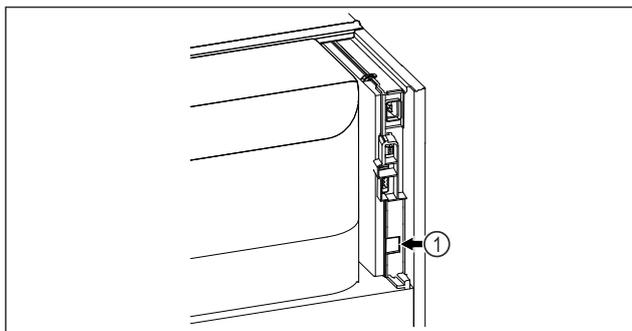

Fig. 144
- Je používán SmartModule Fig. 144 (1).